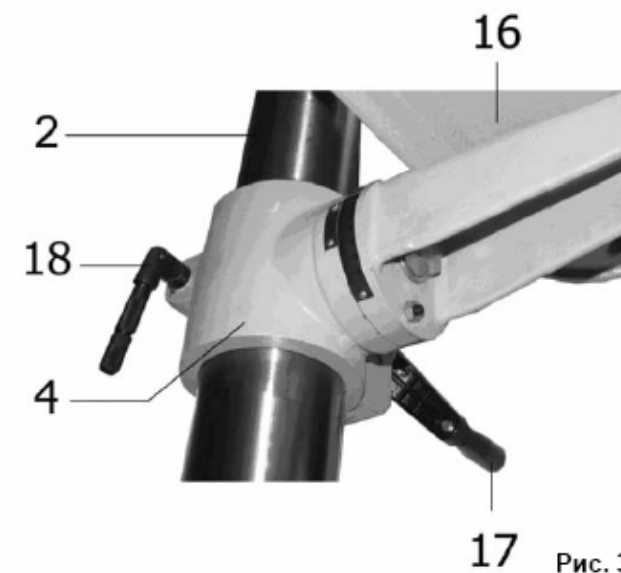

Рис. 3
9.6. Установите на опоре (4) ручку (18), Рис.3, для надежной фиксации положения опоры на колонне (2) ,Рис.2.
10.5. Установка высоты рабочего стола (16) задается ручкой (17) и фиксируется ручкой (18), Рис.3.